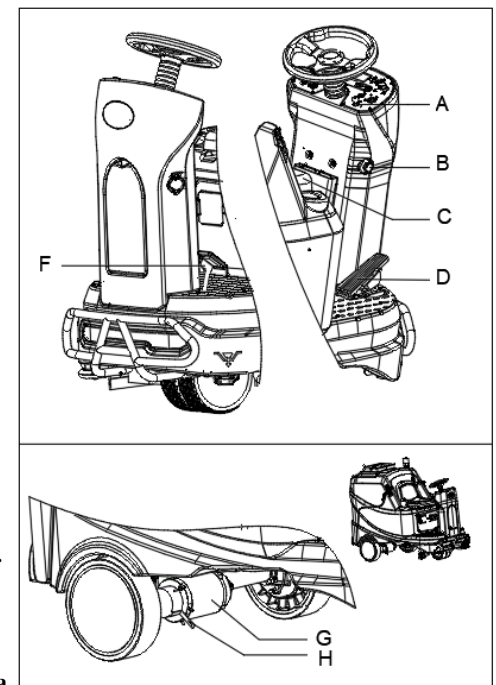

Figura 12
1. Ruotare la chiave di accensione (A Figura 12) su "I", sedersi sul sedile (C).
2. Abbassare il pedale di accelerazione (D) leggermente quindi rilasciarlo per verificare che è possibile manovrare e arrestare la macchina.
3. Per garantire la sicurezza, confermare che la macchina può essere arrestata immediatamente quando si preme il pulsante di emergenza (B). Ruotare il pulsante di emergenza per resettarlo.
4. Abbassare rapidamente il pedale del freno meccanico (F) per verificare se la macchina può essere arrestata immediatamente.
Il freno del motore di trazione viene rilasciato quando il motore funziona normalmente, si blocca quando il motore è spento. In alcuni casi particolari, come durante l'imballaggio/disimballaggio della macchina, un guasto della macchina, ecc., potrebbe essere necessario spingere la macchina. Sul motore di trazione (G Figura 12) spingere verso il basso la maniglia del freno (H Figura 12), il freno della macchina viene rilasciato e la macchina può essere spostata. Dopo il completamento, riportare la maniglia verso l'alto, in modo che la macchina possa funzionare.